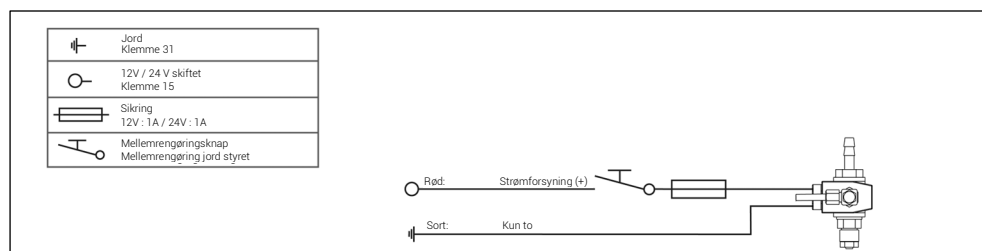
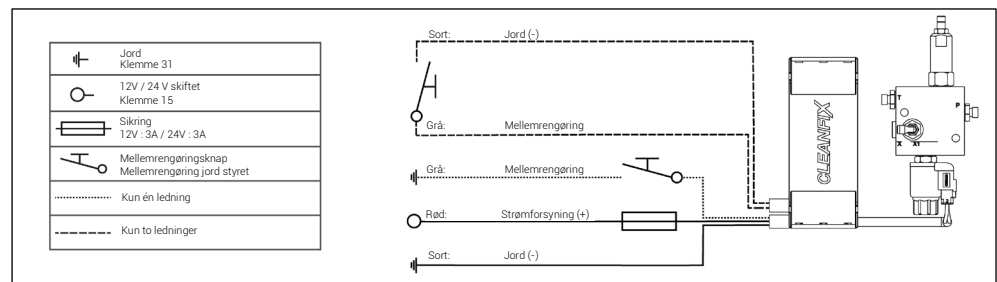

Fig. 62
Fig. 69
Hvis der er en kontaktstyret, strømforsyning med sikring (klemme 15) med tilstrækkelig spænding (se Fig. 62 - Fig. 69), kan den bruges.
- 40) Tilslut den elektroniske komponent til maskinens strømforsyning (se Fig. 62 - Fig. 69).